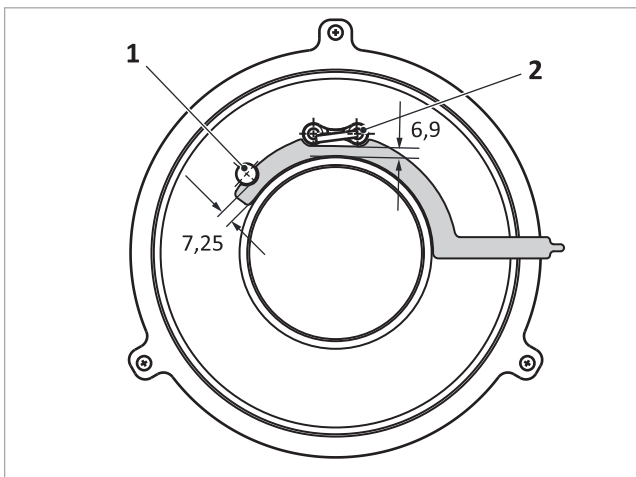

Fig. 110: distanze degli elettrodi di accensione e di ionizzazione dal vello del bruciatore
- elettrodo di ionizzazione → fig. 110 (1): 7,25 mm
- elettrodo di accensione → fig. 110 (2): 6,9 mm